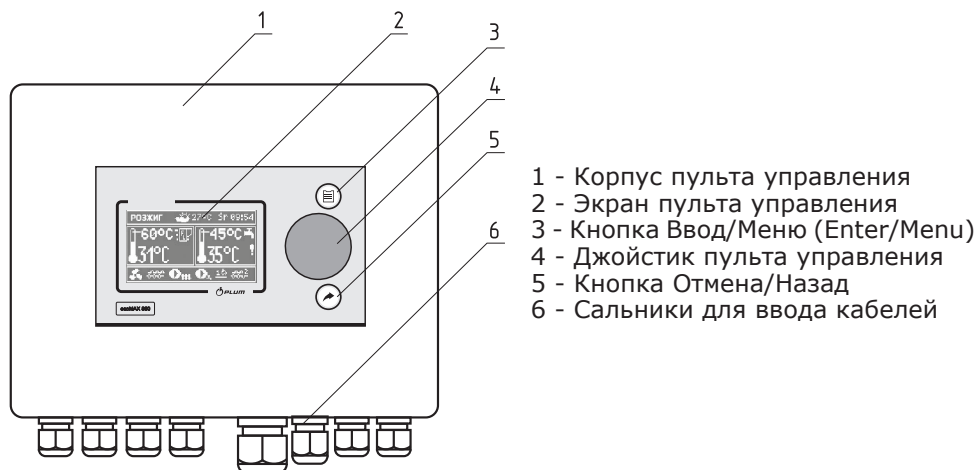

Рис.5 Пульт управления
5.5. Комплект горелки снабжен пультом управления. Расположение органов управления и индикации на передней панели пульта управления (см. Рис.5).